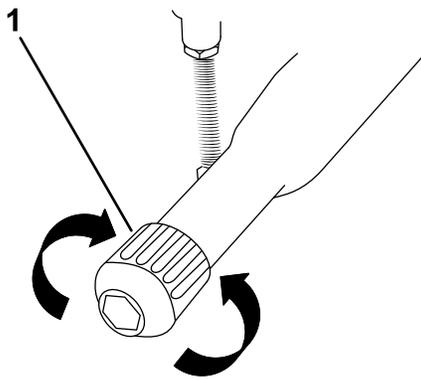

Figure 29
• **Desserrage du frein de stationnement :** (Figure 29).
4. Tournez le bouton du frein de stationnement **dans le sens antihoraire** (Figure 29).
- **Serrage du frein de stationnement :** (Figure 29).
4. Tournez le bouton du frein de stationnement **dans le sens horaire** (Figure 29).